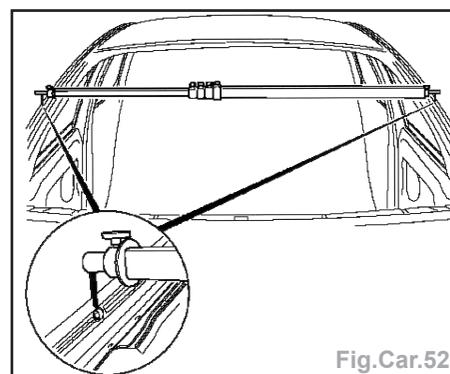

Fig.Car.52
- Mesurer le montant A (Fig.Car.52) :